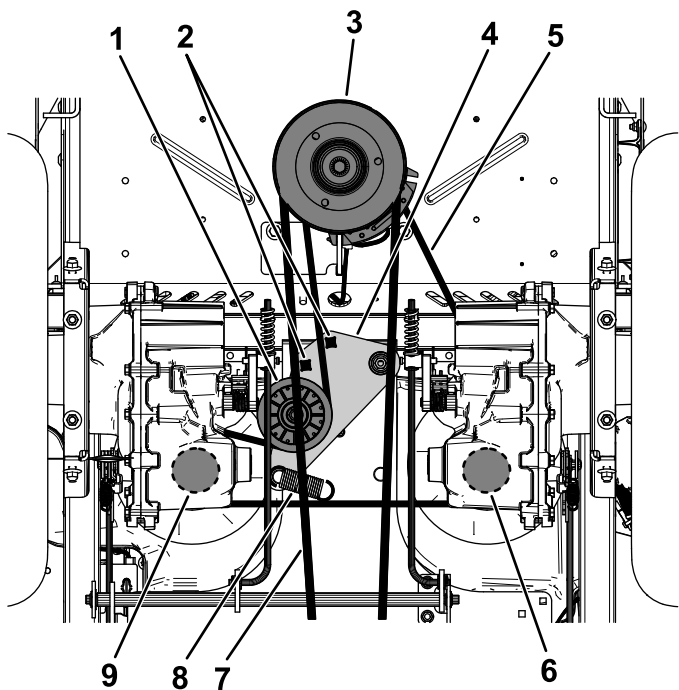

Figura 70
5. Utilice una llave de carraca de $\frac{1}{2}$ " o similar en uno de los orificios cuadrados del brazo tensor para aliviar la tensión del muelle tensor (Figura 70).
6. Retire la correa existente de la polea tensora, de las 2 poleas de transmisión de la bomba hidráulica y de la polea del motor (Figura 70).
7. Instale la correa nueva alrededor de la polea tensora, la polea del motor y de las 2 poleas de la bomba hidráulica (Figura 70).